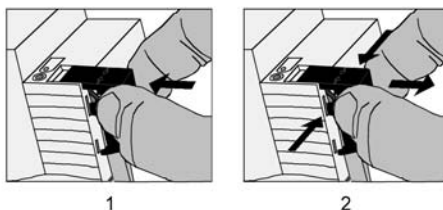

Bild 8: Abdeckkappe anbringen / entfernen
- Abdeckkappe anbringen: Die Abdeckkappe über die Busklemme nach hinten schieben, bis sie spürbar einrastet (Bild 8).
- Abdeckkappe entfernen: Die Abdeckkappe seitlich leicht eindrücken und nach vorne abziehen (Bild 8).